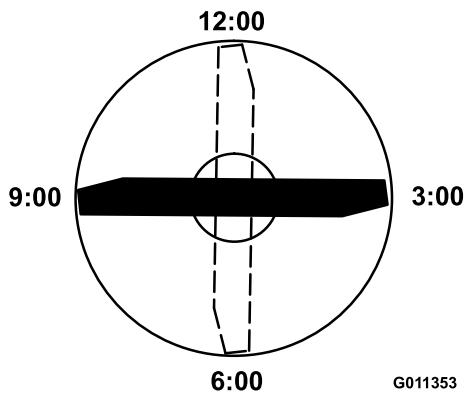

Bild 71
in Mährichtung) und messen die Höhe vom Tisch bis zur Schnittkante (Bild 71).
4. Drehen Sie die markierte Seite des Messers auf die 3- und die 9-Uhr-Stellung und messen Sie die Höhe (Bild 71).